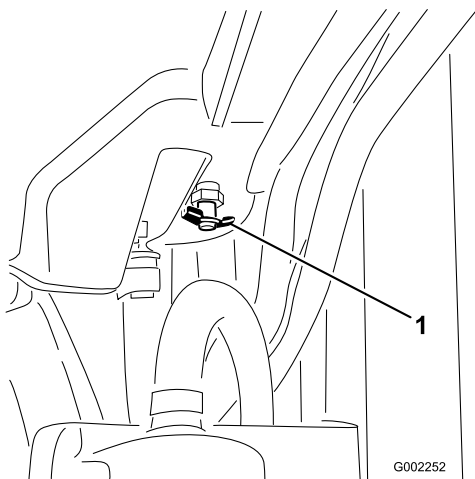

Figura 55
4. Abra el tapón de vaciado (Figura 55) y deje que el refrigerante se drene al recipiente.